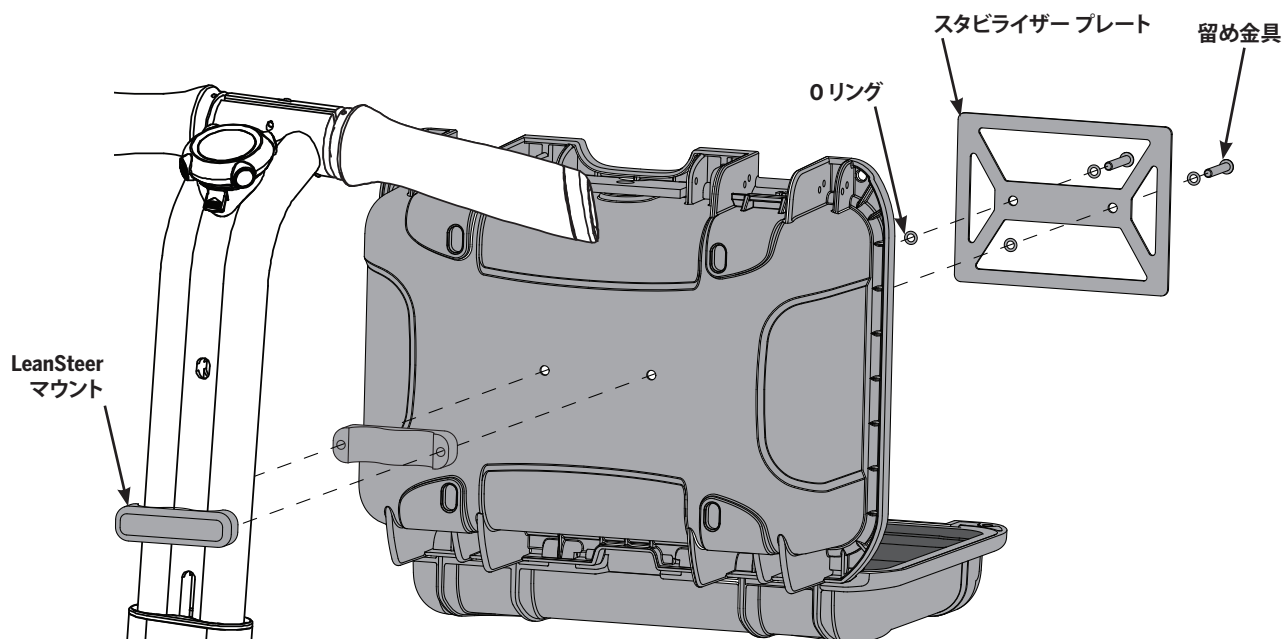

図 15. LeanSteer へのフロント ケースの取り付け
- 図 15 のように、2 本の 25 mm 留め金具、4 個の Oリング (スタビライザー プレートの片側 2 個ずつ)、2 個の LeanSteer マウントを使って、フロント ケースを LeanSteer に取り付けます。留め金具を **11.0 N-m (8.1 ft-lbf)** のトルクで締め付けます。